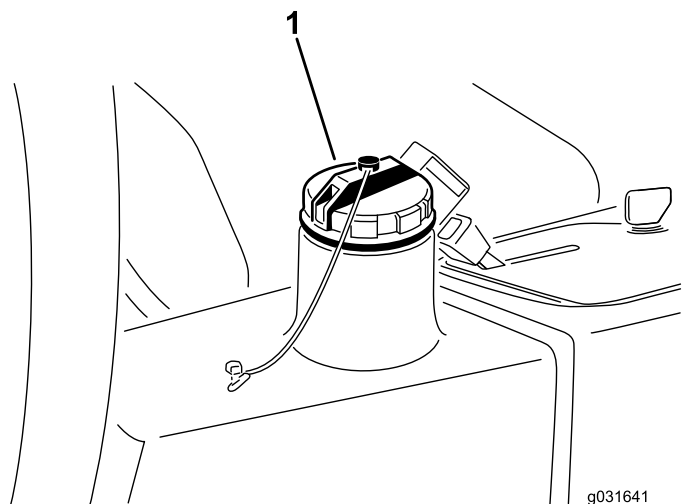

图 61
- 清理加油颈和液压油箱盖周围的区域 图 61。
3. 卸下液压油箱盖 图 61。